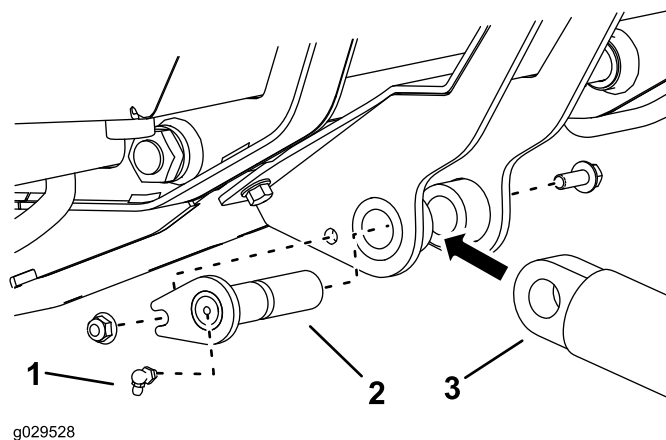

Рисунок 6
- Присоедините свободный конец гидравлического цилиндра к опорному узлу цилиндра с помощью шарнирного стержня крепления цилиндра, болта (3/8 x 1 дюйм) и гайки (3/8 дюйма), как показано на Рисунок 6.
- Вверните масленку для консистентной смазки в наконечник оси поворота, как показано на Рисунок 6.